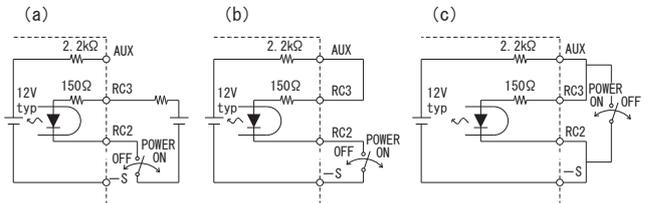

図 3.3 出力側リモートコントロール接続例
- 出力側リモートコントロール回路動作用に、補助電源 (AUX) が内蔵されています (図 3.3)。